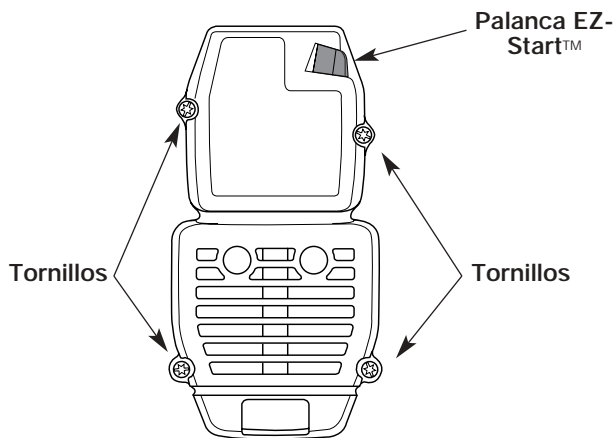

Fig. 24
1. Saque los cuatro (4) tornillos que sostienen la cubierta del silenciador / filtro de aire (Fig. 24). Use un destornillador de vástago plano o de broca Torx N° T20.